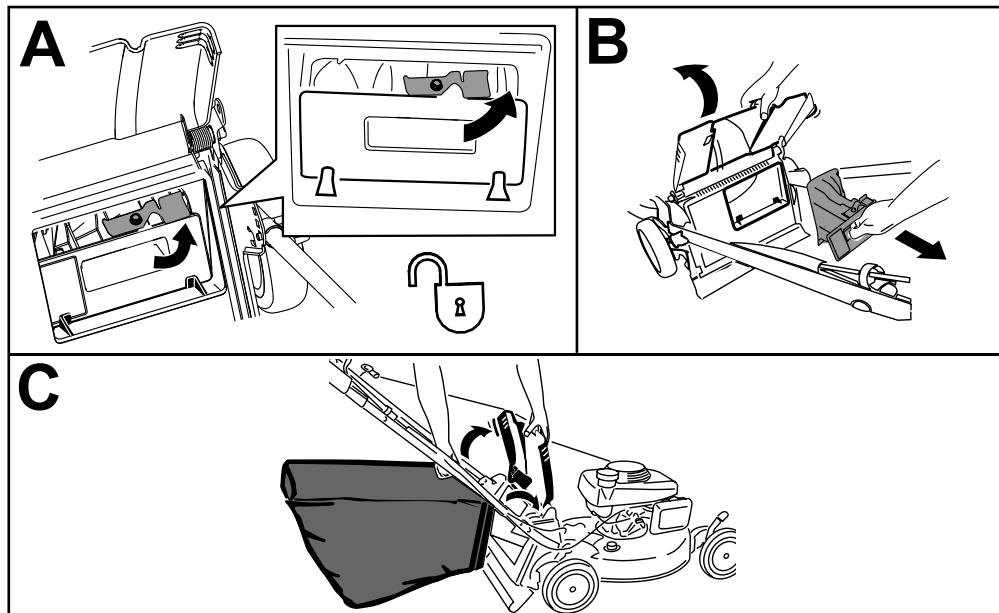

Figure 17
**Remarque:** Pour déverrouiller l'obturateur arrière, tournez le levier vers la droite (Figure 17).
1. Soulevez le déflecteur arrière et maintenez-le dans cette position, puis déverrouillez l'obturateur arrière (encadré A de la Figure 17).
2. Retirez l'obturateur arrière (encadré B de la Figure 17).
3. Accrochez le bord supérieur avant du bac aux ergots sur les crans des supports de poignée (encadré C de la Figure 17).